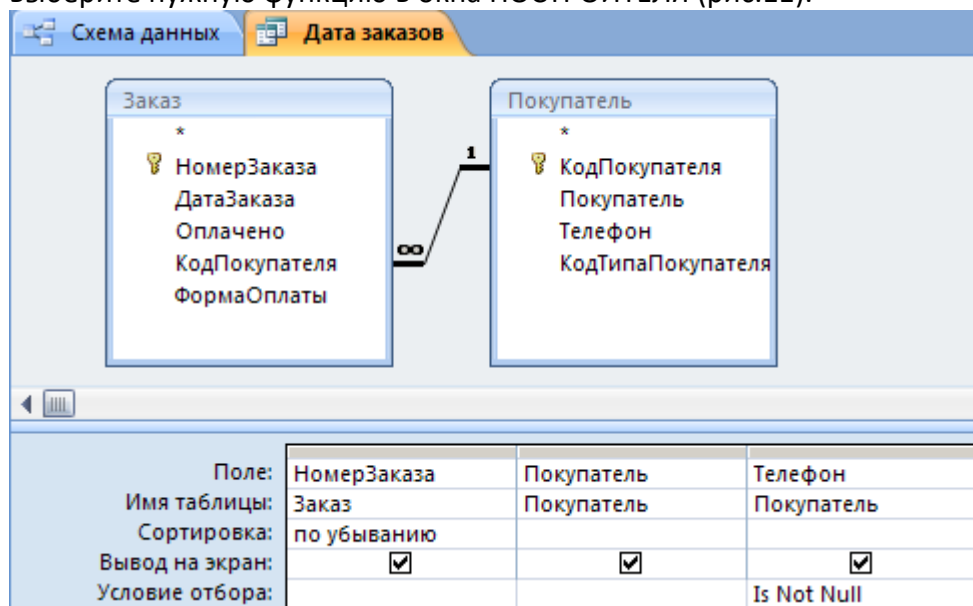

Рис.10. Выборка записей с непустыми значениями
8. Измените запрос на противоположный: найдите типы покупателей, для которых есть дополнительные сведения (рис.10).